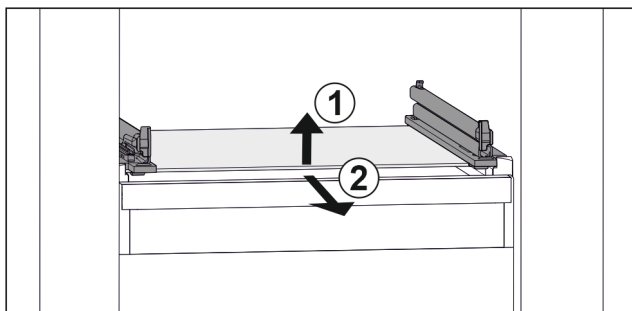

Fig. 98 Reprezentare exemplificativă a plăcii de sticlă
- ▶ Ridicați placa de sticlă din față. Fig. 98 (1)
- ▶ Extrageți placa de sticlă spre înainte. Fig. 98 (2)